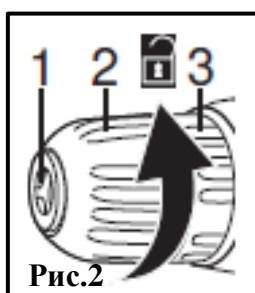

Рис.2
Удерживайте бесключевой патрон (3) в одном положении и поверните корпус патрона (2) против часовой стрелки до тех пор, пока кулачок зажима (1) не откроется достаточно широко для установки насадки (Рис. 2).